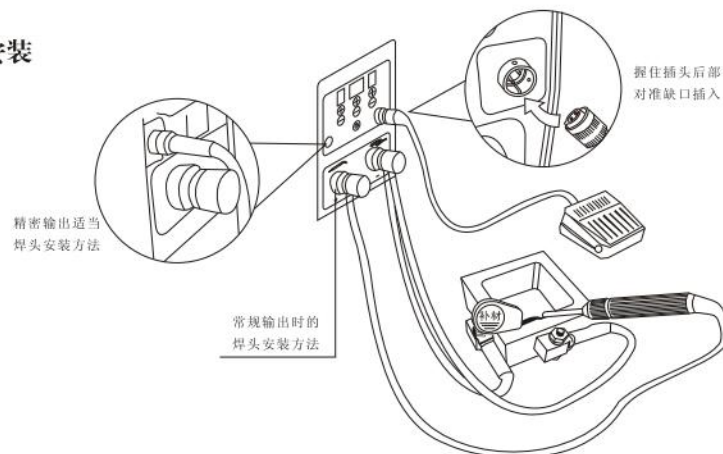

图3-前面板安装方法
10. 精密焊枪：如果感到常规焊枪和电缆太粗笨，影响对精密工件的修补，此时可以选择精密焊枪。只要旋入精密焊枪，机器就会自动降低输出功率，最大焊接厚度降为12，焊头直径选择限制在4以下，焊接脉频率降为原来的四分之一。（精密焊枪使用图见第3页图3。）